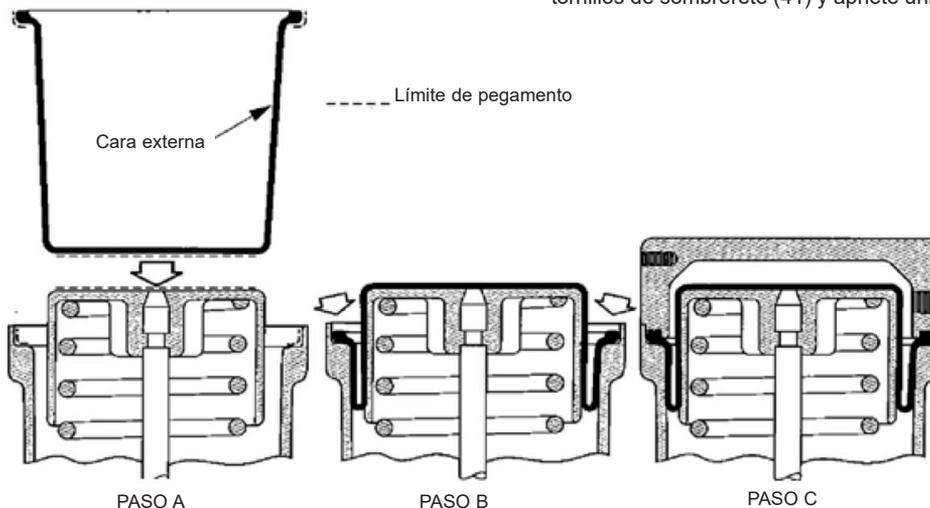

Figura 7 - Método 2
**J-2.** Ajuste la caja del diafragma (42) al tambor del resorte (38) después de verificar que la conexión de aire esté en el lado correcto y que los orificios roscados de la caja del diafragma (42) y los orificios del tambor del resorte (38) estén alineados.
**Nota:** La conexión roscada de aire debe estar en línea con el orificio de ventilación en el tambor del resorte (38).
**K-2.** Sujete el reborde del diafragma (40) entre los labios de la caja del diafragma (42) y el tambor del resorte (Figura 7-Método 2, Paso C).